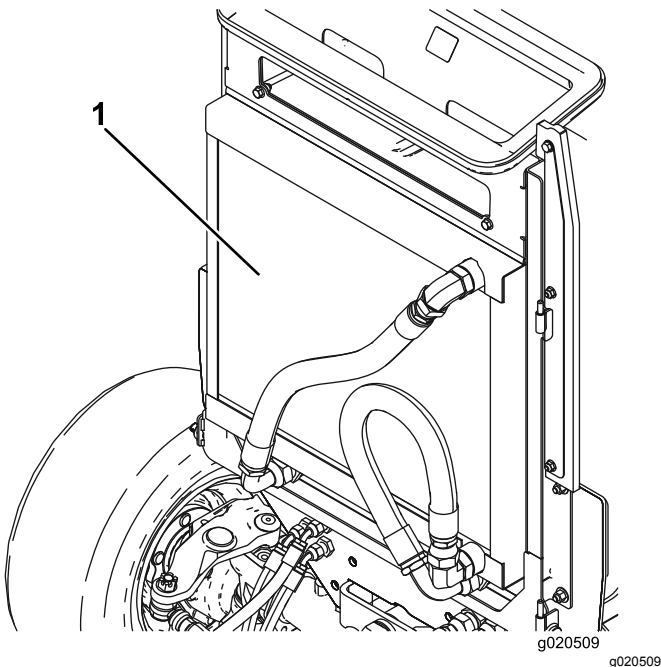

図 76
3. オイルクーラとラジエターの裏表を 図 76 圧縮空気で丁寧に清掃する。前側から清掃を始め、車体後方に向けてごみを吹き飛ばす。その後、今度は後ろ側から前側に向かって吹きつけて清掃する。何度か繰り返してごみやよごれを完全に除去する。